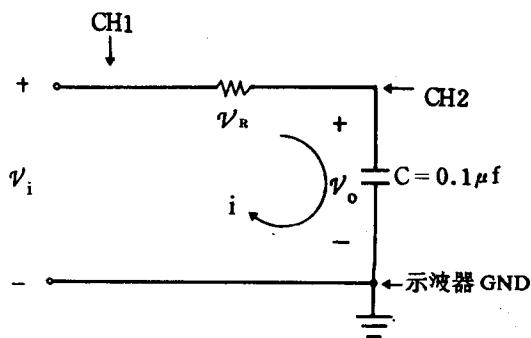

图 1.10 测量  $V_i$  和  $V_o$  的波形与相位差
1. 按照图 1.10 接线。
3. 示波器探针及接地夹放在如图 1.10 所示的位置,并按照本实验说明——测试前的准备要领,使光迹正确而清晰地显示在荧光屏上。
2. 在图 1.10 电路中, 如何用示波器同时测量 i 和  $V_o$  的波形与其相位的关系?